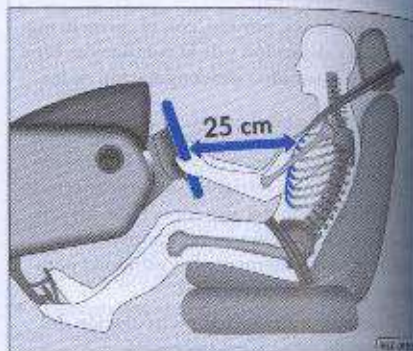

Fig. 97 Posición correcta del conductor: la distancia del conductor con relación al volante tendrá que ser de por lo menos 25 cm
- Ajuste el volante hasta alcanzar la profundidad y altura deseadas ⇒ fig. 97.
- Ajuste el asiento del conductor o el volante de modo que la distancia entre el volante y el tórax sea de por lo menos 25 cm ⇒ fig. 97. Si no fuera respetada la distancia mínima, el sistema de airbag no podrá ejercer su función de protección - ¡peligro de muerte!